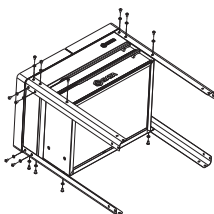

图 1
1. 打开工具车包装, 取出工具车主体及零部件。将工具车主体侧放在干净的垫子上, 以防止损坏工具车表面。将 4 个工具车立柱依次用立柱螺栓安装在工具车主体上 (把手处不安装立柱螺栓) (图 1)